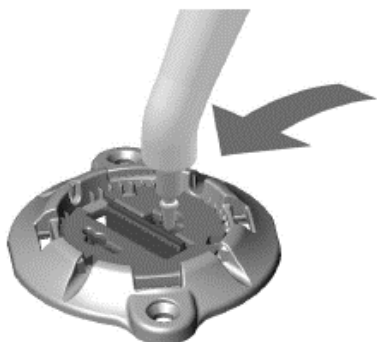

Рисунок 16. Блокировка ползунка
8. Поместите кончик инструмента для размещения/удаления в углубление на закрывающей части или в любом месте по длине ползунка на фиксирующей клипсе, чтобы подтолкнуть ползунок к электроду ГСГМ, пока он не зафиксируется на месте. Используйте кончик инструмента для установки/удаления, чтобы надавить на поверхность ползунка в противоположном направлении, тем самым убедиться, что ползунок полностью заблокирован (рисунок 16).